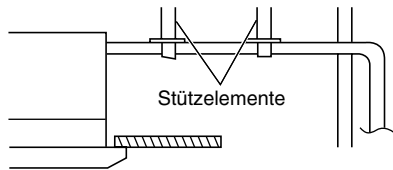

Abb. 3-11
- Beim Anbringen des Ablaufrohrs an der Einheitsseite nicht mit Gewalt vorgehen. Ebenso darf das Rohr nicht ohne Abstützung von der Anschlussstelle an der Einheit herabhängen. Das Rohr daher an einer Wand, einem Rahmen oder einer anderen Stelle so nah wie möglich zum Gerät befestigen. (Abb. 3-11)